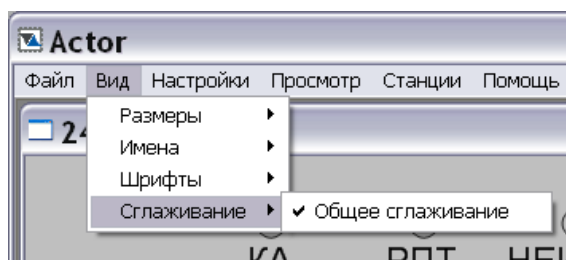

Рис. 6
- «Сглаживание». Подпункт позволяет включать/отключать функцию сглаживания отображения элементов мнемосхемы. Галочка показывает, что функция сглаживания отображения элементов мнемосхемы включена (Рис. 6).